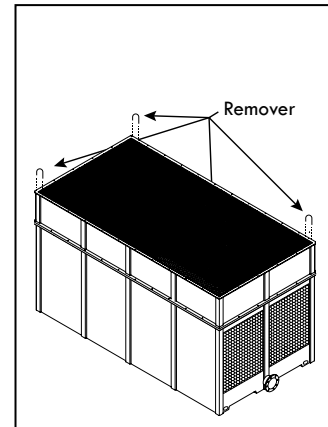

Figura A-111: Remover argollas de izar de la sección inferior del cuerpo de una torre modular (RTGMTC-G y RTGMTC-H)
- M. Sólo para modelos RTGM-D, RTGM-E, RTGMTC-G y RTGMTC-H:** Remueva las argollas de izar de la sección del cuerpo inferior antes de instalar la siguiente sección (ver Figura A-111).